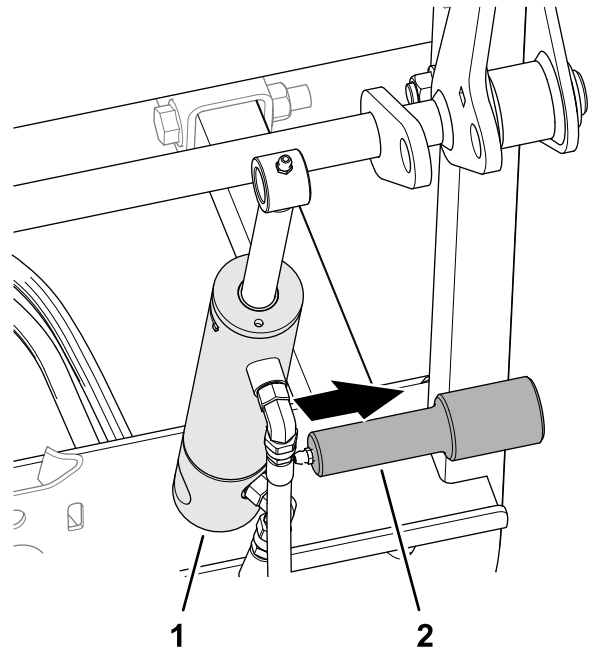

図 18
- 後アタッチメント昇降シリンダを、後フレームの取り付けシャフトに組み付ける 図 18。